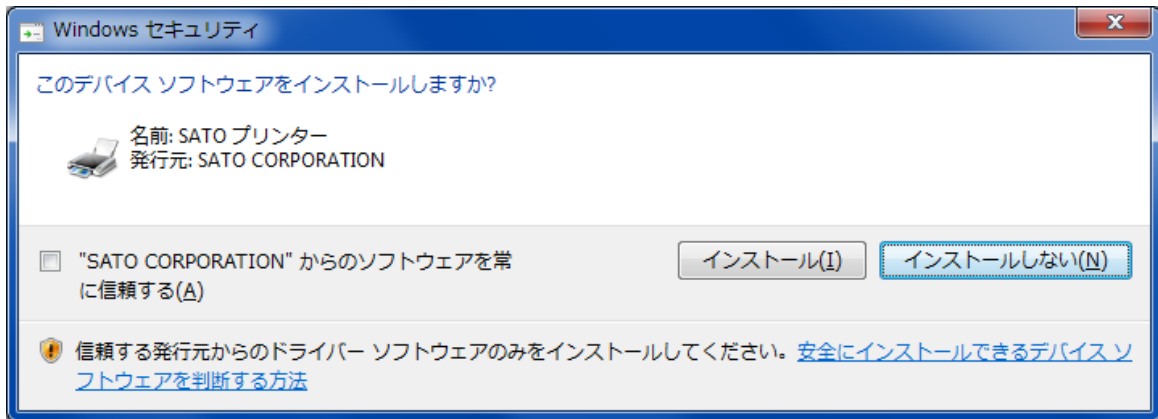

図 3.1.2.1 セキュリティ警告 (Windows 7) 画面
「次へ」をクリックするとインストール処理が開始され、図 3.1.2.1 に示すセキュリティ警告画面が表示されますので「インストール (I)」を選択してください。Windows XP/Server2003/Server2008 では表示されるダイアログが異なりますが、インストール処理を継続してください。「3.2 接続先ポート指定画面」へ移行します。